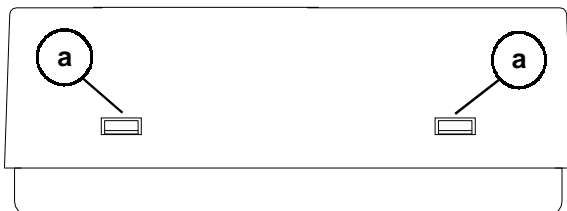
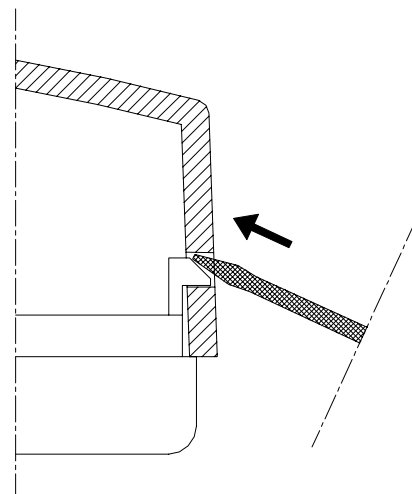

Fig. 3 Posizione dentini plastici
Fig. 4 Apertura calotta tramite cacciavite
1. Rimuovere la calotta plastica spostando verso l'interno, con l'aiuto di un utensile (Fig. 4), i due dentini plastici (a) posti su uno dei due fianchi (Fig. 3).
1. Déplacer la calotte plastique en faisant pression vers l'intérieur avec l'aide d'un ustensile (Fig. 4), les deux cavaliers plastiques (a) situés sur un des deux côtés (Fig. 3).
3. Suivre les instructions pour les branchements électriques selon le schéma de la Fig. 4.